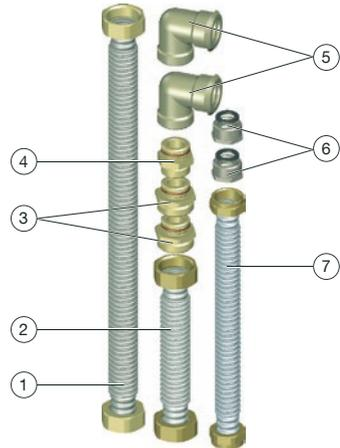

Fig. 1: *Jeu de raccordement et de tubage*
1. Visser les manchons de réduction pour les raccords du chauffe-eau instantané (position (6) sur la Fig. 1 en page 27) avec joints noirs en EPDM sur les raccords du chauffe-eau instantané.
2. Visser les côtés auto-étanches des mamelons doubles (positions (3) et (4) sur la Fig. 1 en page 27) dans les raccords correspondants du bloc de raccordement avec robinets à tournant sphérique.
3. Visser les équerres (position 5 sur la Fig. 1 en page 27) dans les raccords du distributeur/collecteur pour circuits de chauffage.